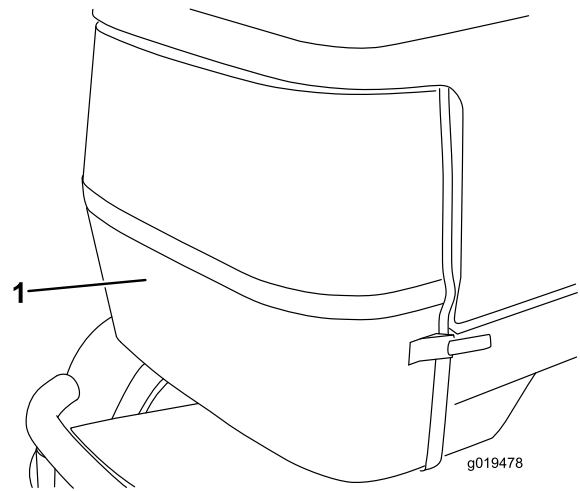

Figure 66
5. Déverrouillez et déposez la protection arrière (Figure 66),